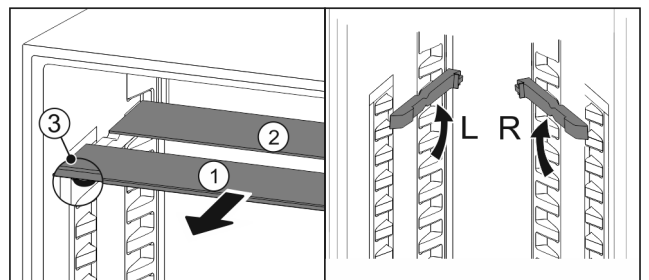

Fig. 43
- ▶ Sortir les tablettes par l'avant Fig. 43 (1).
- ▷ La tablette en verre Fig. 43 (1) avec bordure décorative est située à l'avant.
- ▷ Les butées Fig. 43 (3) sont orientées vers le bas.